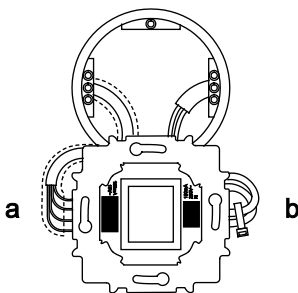

Abb. 2: 1518 U Netzteil-Einsatz
3. Bündeln Sie die Adern des Netzkabels (230 V) mit den mitgelieferten Kabelbindern (Abb. 2: b).
4. Führen Sie die Niederspannungsleitungen durch den mitgelieferten Isolierschlauch (Abb. 2: a).